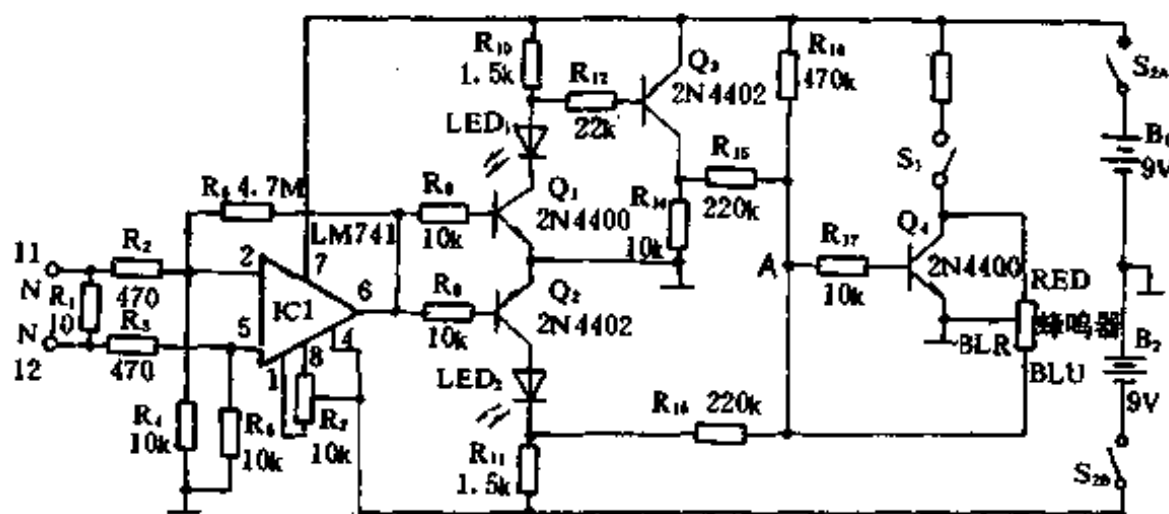

图 1-107
该器是用来寻找电路中短路部位的装置。电路原理如图 1-107 所示。电路制作完毕后,先利用 R_7 调零(无输入情况下),使 IC 第③脚为零。 Q_1 、 Q_2 截止,使 LED₁、LED₂ 均不发光,蜂鸣器也不发声。当电路输入为正时,使 IC 第③脚电压向负摆动, Q_1 仍截止, Q_2 被导通,使 LED₂ 发光,A 点电压从 -9V 下降至 -2V,使 Q_3 基极电压上升,如 S_1 开关接通,蜂鸣器就会发声;当电路输入为负时,IC 第③脚电压从 0V 变为约 +6V,使 Q_2 仍截止, Q_1 导通,LED₁ 发光,B 点电压从 +9V 降至 +2V, Q_3 的集电极电压也从 0V 上升至 +9V,使 Q_4 的基极电压升高,蜂鸣器发声。